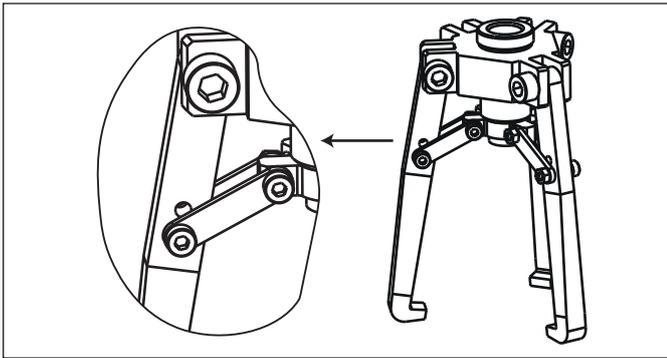

Figura 3: Detalle de instalación para la configuración externa con garras estándar
- Utilice el orificio inferior para montar la garra en la configuración externa. Consulte la Figura 3.